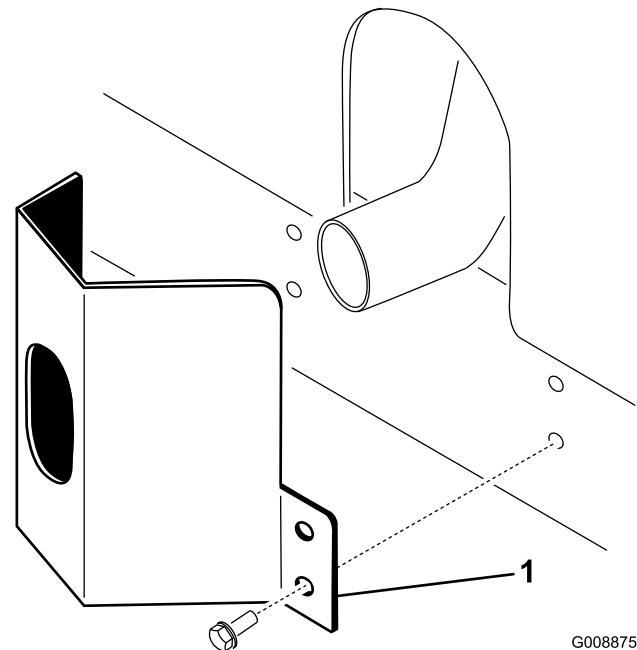

Bild 11
1. Positionieren Sie das Auspuffschutzblech um den Schalldämpfer, während Sie gleichzeitig die Befestigungslöcher auf die im Rahmen abstimmen (Bild 11).
2. Befestigen Sie das Auspuffschutzblech mit vier Blechschauben am Rahmen (Bild 11).